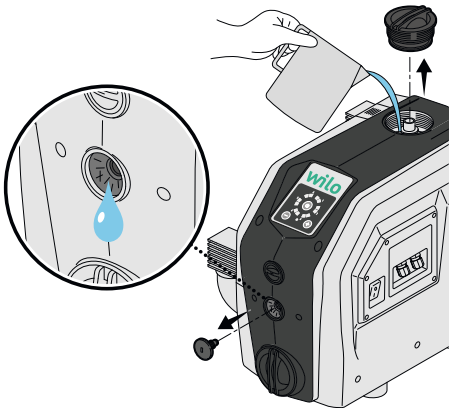

Fig. 8: Заповнення
2. Заповнити виріб водою (прибл. 1,5 л), доки вода не виходитиме з вентиляційного отвору (Fig. 8).